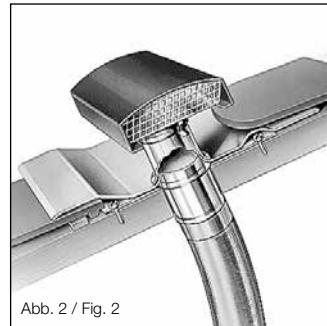

Abb. 2 / Fig. 2
Unclip and remove the hood and form the flashing sheet (2) to fit the tile profile (avoid any folds). In order to avoid visual changes to the rolled lead flashing, it must be treated with patina oil. Position the spigot at 90° to the roof surface. If installing the DDF on a tiled roof secure the DDF at points A and B with additional battens. Position the hood so that the grilles are parallel to the roof pitch (see fig. 2). Models from Ø 200 mm and larger have a metal sheet underneath the flashing (2) to additionally secure the unit with nails or screws. The connection between DDF and ducting (3) must be sealed to prevent leakage. Condensation must be avoided (with the use of insulation where possible) or drained off in a safely controlled way.
Après avoir retiré le capot pare-pluie (1) maintenu par des clips, former la feuille de plomb (2) de façon à épouser les reliefs, en évitant les abords du sertissage. Afin d'éviter les changements optiques dans le stockage plomb-acide, il doit être traité avec de l'huile de patine. S'il s'agit d'une couverture tuile, il est souhaitable de réaliser un calage dans le sens des liteaux afin de supporter la feuille de plomb en A et B. Le capot pare-pluie doit être installé avec l'écoulement d'air perpendiculaire à la pente du toit (voir fig. 2).